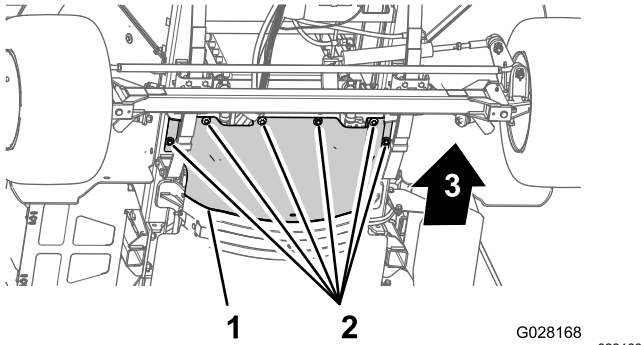

Figure 62
3. Retirez les 6 boulons à tête hexagonale et les 6 rondelles qui fixent l'écran pare-chalear avant au châssis et déposez l'écran (Figure 62).